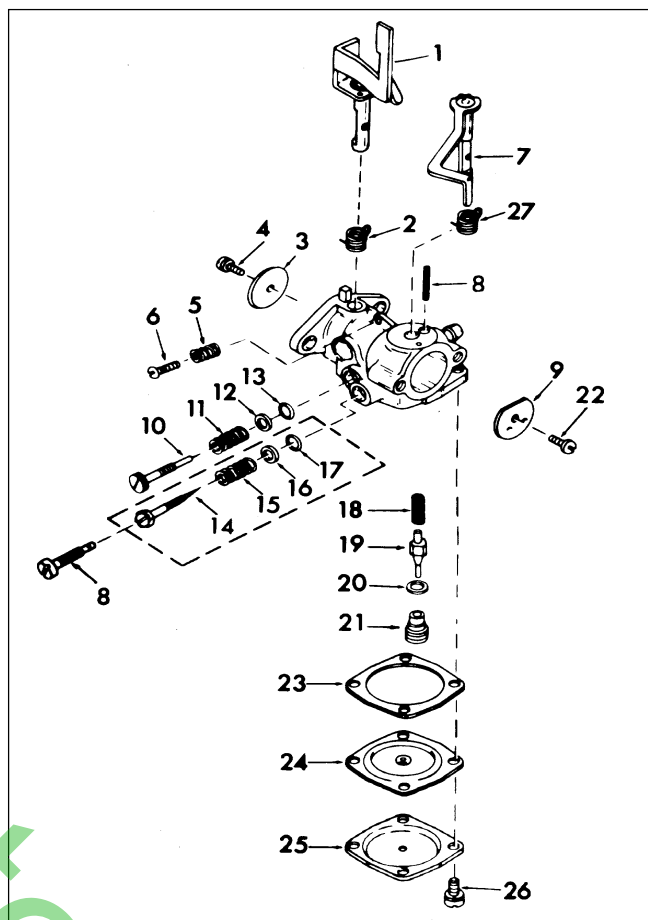
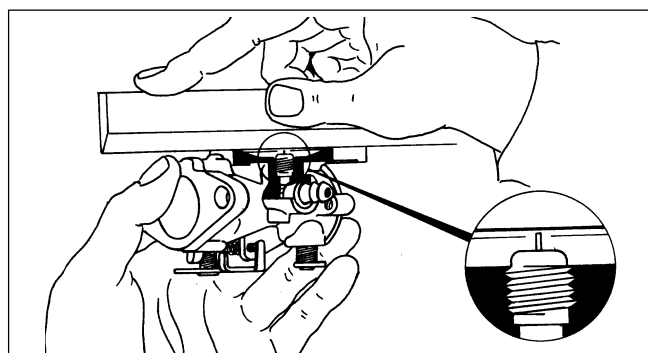

Fig. 5
Fig. 7
Pour nettoyer le carburateur (voir Fig. 5) procéder comme suit:
- Reposer le tout en vous reportant à la Fig. 5 et en veillant à ce que la soupape (21) et le pointeau (19) ne soient pas endommagés ou pliés. Le pointeau ne doit pas dépasser du corps du carburateur (voir Fig. 7). S'il est enfoncé, cela signifie que le joint (20) n'a pas été monté ou que le pointeau est usé. Si le pointeau dépasse, cela veut peut-être dire que deux rondelles ont été montées.